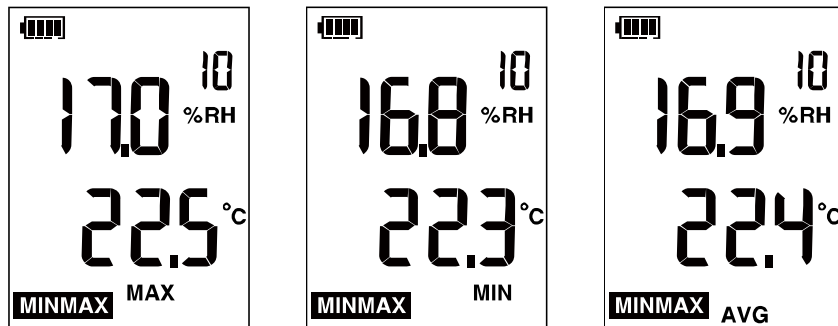

图 6. 最小/最大/平均温度
- 最大温度，同时显示湿球温度标识 **MAX**。如图 6 中左图所示。
- 最小温度，同时显示露点温度标识 **MIN**。如图 6 中右图所示。
- 平均温度，同时显示露点温度标识 **AVG**。如图 6 中右图所示。